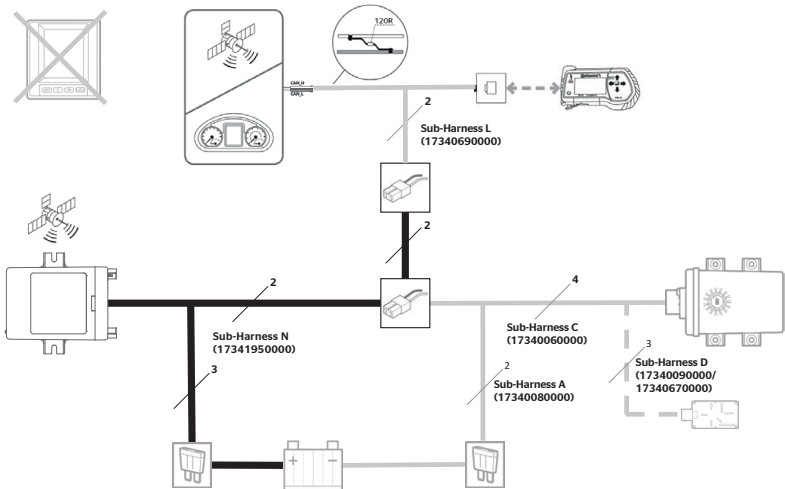

Fig. 2: Variant B
- ◆ Anslut kabelstammar N och L som visas på **"Fig. 2: Variant B"**